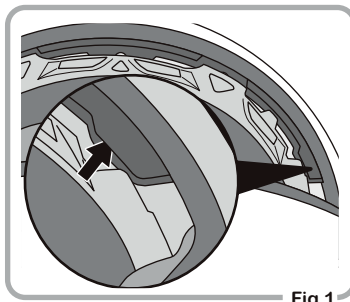

Fig.1
- ① Sätt in vadderingen vid tinningarna som visas i Fig.1.